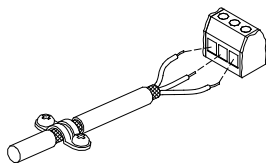

Рис. 8 Соединение оплетки и проводов экранированного кабеля с колодкой
- Экранирование кабелей должно выполняться подключением обоих концов кабельной оболочки на массу насоса. Торцев экранирующей оболочки должен находиться на минимально возможном удалении от клемм, смотрите рис. 8.